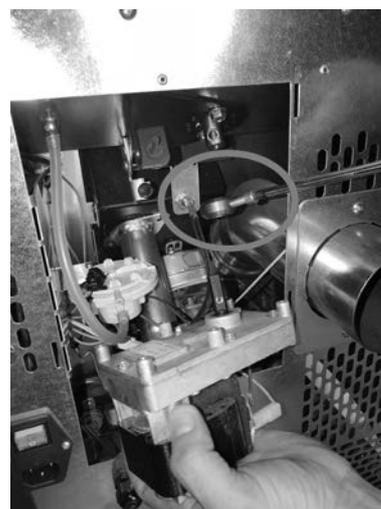

Fig. 85 - Retrait du motoréducteur
- Retirer le motoréducteur en dévissant la vis qui le bloque (voir **Fig. 85**).